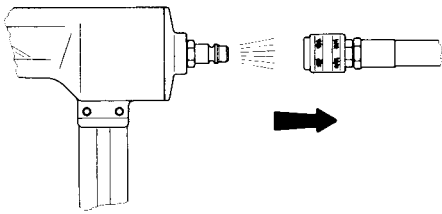
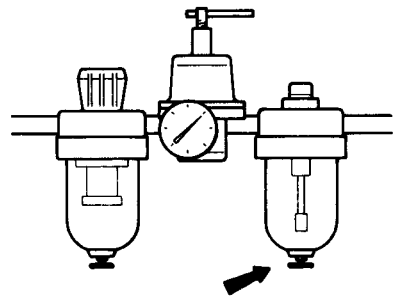

Fig. 2
Fig. 3
É molto importante che l'impianto dell'aria compressa sia correttamente proporzionato e che produca aria compressa pulita, filtrata ed oliata in quantità e pressione adatte per il corretto funzionamento della fissatrice. Le linee principali devono essere di diametro interno minimo 19 mm. I tubi di derivazione devono partire dalla parte superiore della linea principale per evitare che la condensa raggiunga la fissatrice. La linea principale ed i tubi di derivazione devono incorporare una vasca per la condensa, la quale deve essere svuotata quotidianamente. La fissatrice deve essere collegata alla linea di derivazione tramite un tubo flessibile con un diametro interno di almeno 6 mm. usando un innesto rapido che scarichi tutta l'aria dalla fissatrice quando essa viene scollegata (Fig. 2). Ogni linea di derivazione deve incorporare un gruppo servizio compreso un regolatore della pressione, un filtro ed un oliatore. L'oliatore deve essere rabboccato se necessario. Il filtro deve essere svuotato almeno ogni giorno per evitare l'accumulo di acqua o materiale estraneo (Fig. 3).
Scollare la fissatrice dall'aria compressa se dovesse rimanere incustodita, o quando si va in un nuovo posto di lavoro o usando scale e gradini (Fig. 2).
Se la fissatrice dovesse subire un guasto o cominciare a funzionare in modo anomalo, fermare immediatamente il lavoro e scollegare la fissatrice dall'aria compressa (Fig. 2).
Nel caso di un inceppamento, scollegare la fissatrice dall'aria compressa prima di disincepparla (Fig. 2).
- **Scollegare** la macchina dall'aria compressa prima di procedere (Fig. 2).